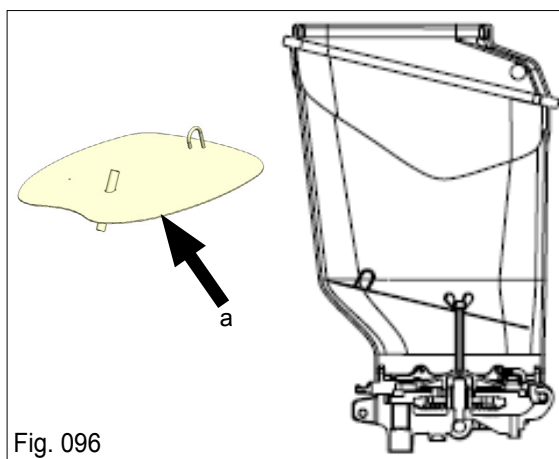

Fig. 096
- Coloque o defletor de arroz "A" posicionando conforme (Fig. 096);